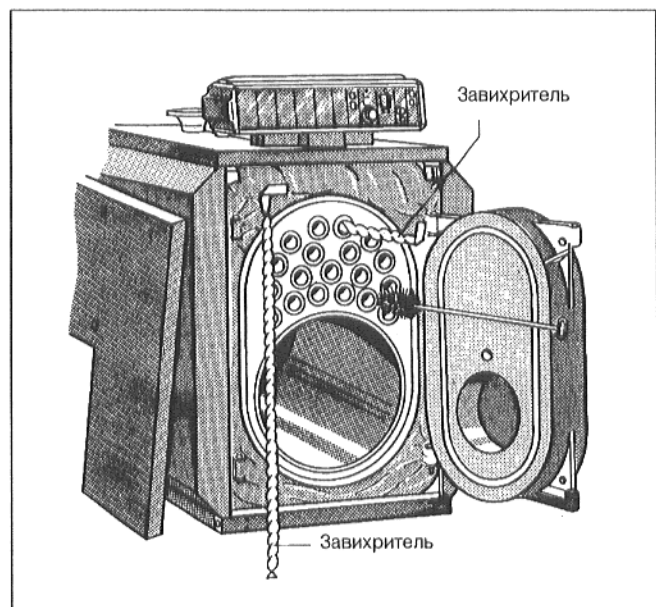

Рис. 25
- Вынуть завихрители из подключаемых труб отопления (Рис. 25).
- Прочистить щеткой подключаемые трубы отопления (Рис. 25).